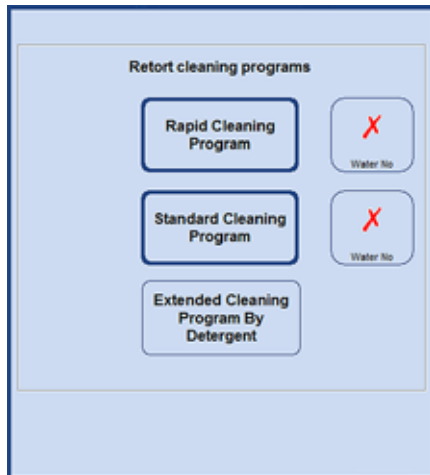

Рис. 220
- Для выбора этапа обработки водой нажмите кнопку **WATER YES/NO**, после чего появится зелёная галочка (рис. 218/219). Этап обработки водой всегда выполняется третьим этапом в программе очистки, то есть он не является дополнением к программе очистки, показанной на рис. 220.